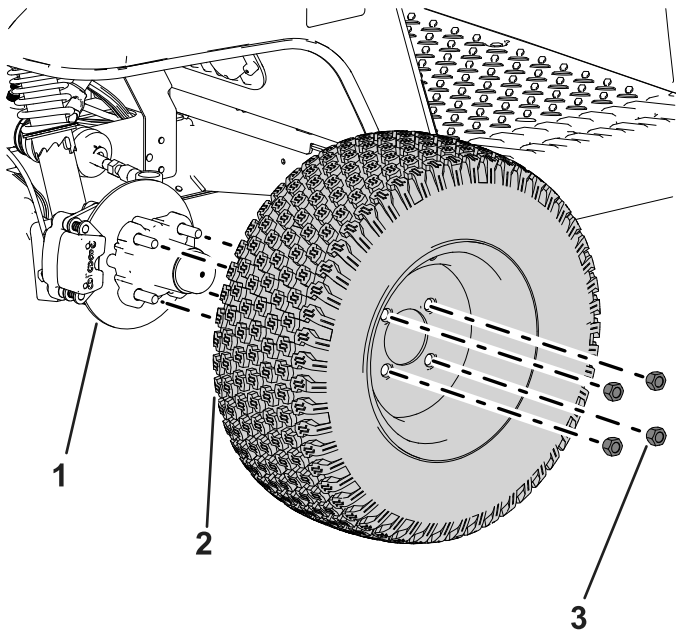

Figure 34
2. Retirez les 4 écrous qui fixent la roue sur le moyeu (Figure 34).
4. Alignez les trous de la roue et les goujons du moyeu, puis montez la roue sur le moyeu en plaçant la valve à l'extérieur (Figure 34).
5. Fixez la roue au moyeu avec les écrous de roue (Figure 34). Serrez les écrous de roues à un couple de 108 à 122 N·m (80 à 90 pi-lb).